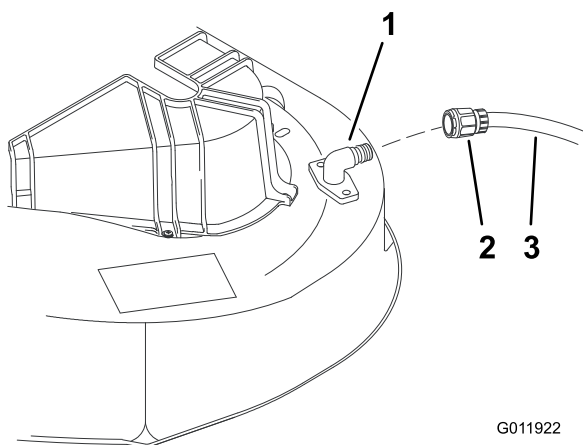

Figure 29
2. Branchez un tuyau d'arrosage au raccord de lavage du carter du plateau de coupe et ouvrez l'eau en grand (Figure 29).